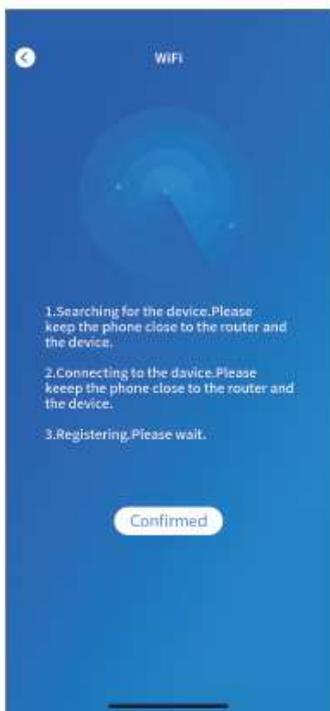

Fig.13 Interface du dispositif de recherche
6. Allumez le bluetooth et revenez à l'application, entrez directement dans l'interface de recherche d'appareil (Fig. 13), l'application recherche automatiquement le module Wifi (Fig.14) ;